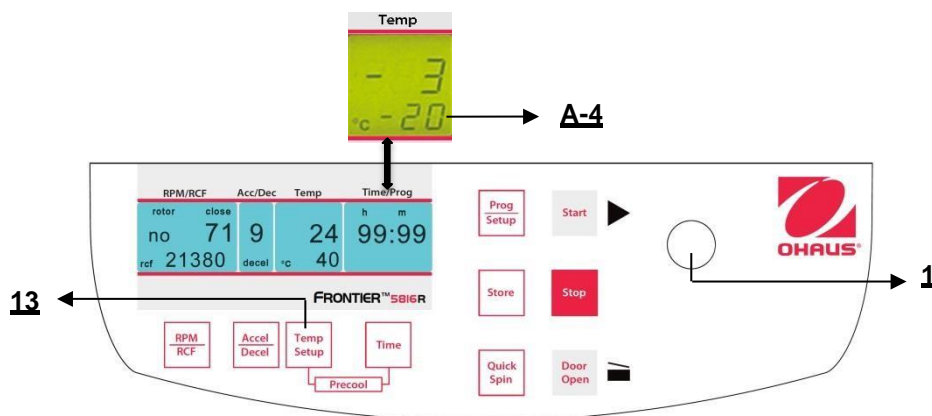

Figura 22
Questa funzione è attivata dal tasto "Temp/Setup" (13). Dopo aver premuto questo tasto, nel display "Time/Prog" lampeggia l'indicazione "°C" (A-4). Mediante la manopola di regolazione (1) è possibile preselezionare la temperatura di test in passi da 1°C in una gamma da -20°C fino a +40°C. Questo valore è indicato in modo permanente nel display (figura 22), prima durante e dopo il funzionamento. Si prega di notare le rispettive temperature più basse dei rotori alla velocità max.!